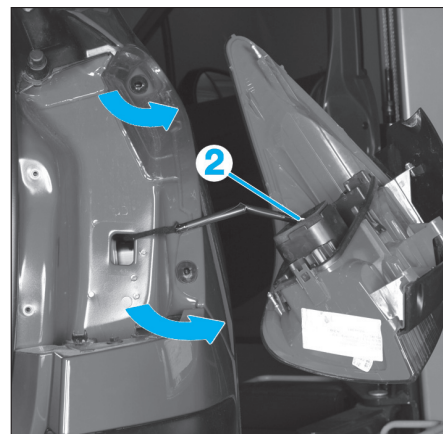

Fig. 148
- Extraire le feu vers l'arrière puis débrancher le connecteur (2) (Fig.148).